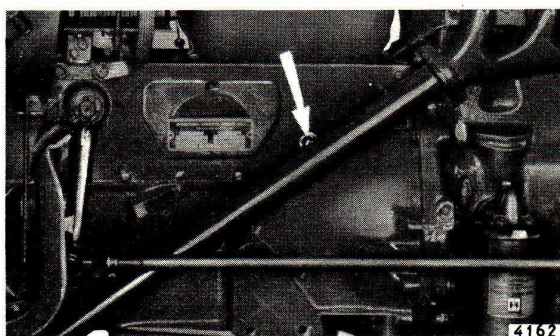

Fig. 36.- La flèche indique le graisseur de l'axe de chape
L'attention de l'utilisateur est attirée sur ce point de graissage qui, étant quelque peu dissimulé par le tuyau d'échappement, pourrait être facilement oublié. Voir (12) dans le tableau de graissage et figure 36.